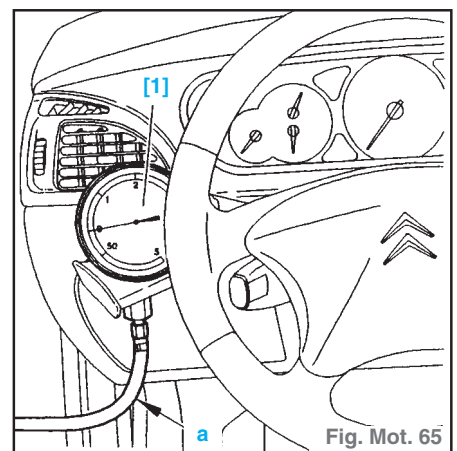

Fig. Mot. 65
- Positionner l'outil [1] dans le véhicule et raccorder le manchon [2] sur le manomètre avec le tube «a» (Fig.Mot.65).